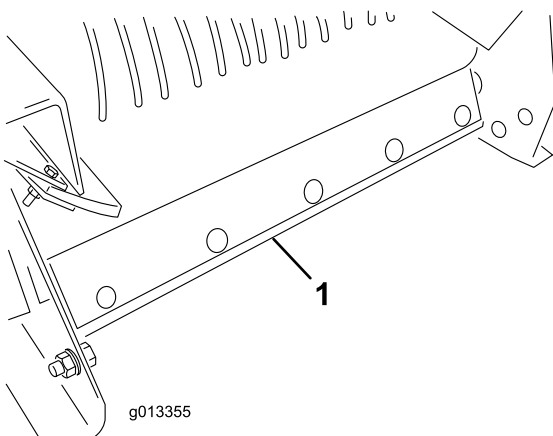

Рисунок 56
5. Снимите скребок ленты транспортера в сборе с задней части машины (Рисунок 56).